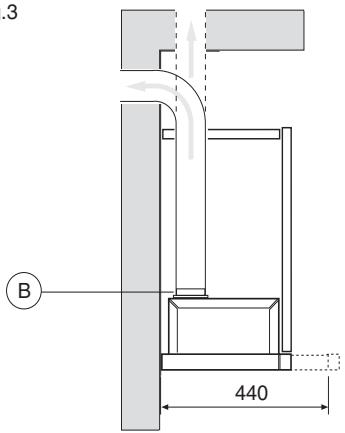
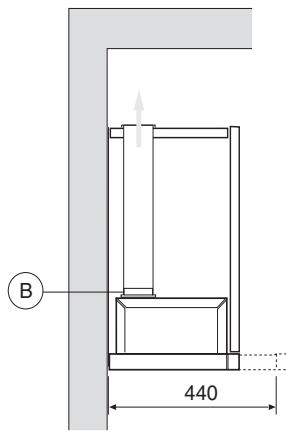

Fig.4
Fig.5
- La distanza minima fra la superficie di supporto dei recipienti di cottura sul dispositivo di cottura e la parte più bassa della cappa da cucina deve essere di almeno 65 cm. Se dovesse essere usato un tubo di connessione composto di due o più parti, la parte superiore deve essere all'esterno di quella inferiore. Non collegare lo scarico della cappa ad un condotto in cui circoli aria calda o utilizzarlo per evacuare fumi degli apparecchi alimentati da un'energia diversa da quella elettrica. Prima di procedere alle operazioni di montaggio, per una più facile manovrabilità dell'apparecchio disinserire i filtro/i antigrasso (Fig.5).
Per trasformare la cappa da versione aspirante a versione filtrante, richiedere al vostro rivenditore i filtri a carbone attivo. I filtri devono essere applicati al gruppo aspirante posto all'interno della cappa centrandoli ad esso e ruotandoli di 90 gradi fino allo scatto d'arresto (fig.6). Per effettuare questa operazione rimuovere i pannelli **G** (fig.5). L'aria viene rimessa nell'ambiente attraverso un tubo di connessione passante attraverso il mobile e collegato all'anello di raccordo **B** (fig.4).